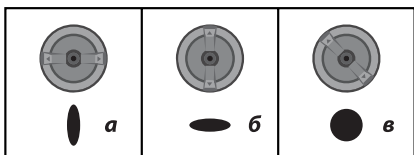

Рис. 3
- а) горизонтально - для формирования вертикального факела при окраске вправо-влево (Рис. 3а);
- б) вертикально - для формирования горизонтального факела при окраске вверх-вниз (Рис. 3б);
- в) разведите сопла краскораспылителя под углом 180° (ориентация неважна) – для формирования круглого факела при окраске углов, ребер и труднодоступных поверхностей (Рис. 3в).